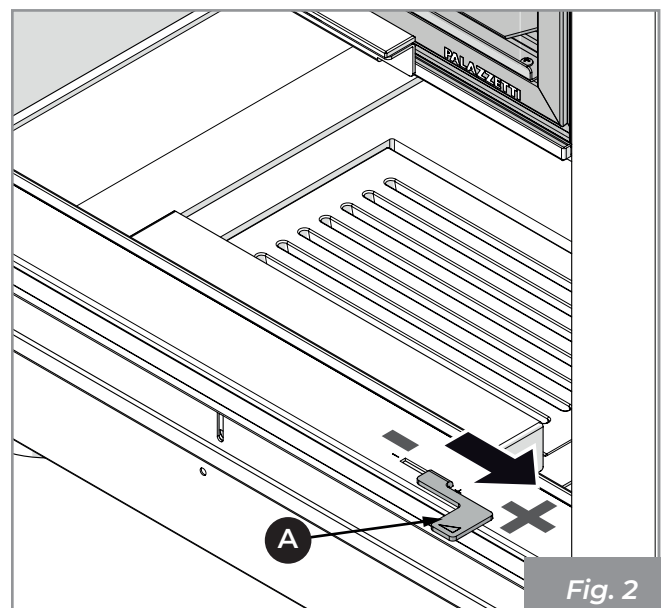

Fig. 2
- 2) Aprire al massimo (+) la regolazione dell'aria primaria **(A)** (**Fig. 2**).
8) Mantenere la presa d'aria aperta per garantire una fiamma alta e luminosa (Fig. 2).
9) Ridurre l'apertura della presa d'aria (A) (Fig. 2) solo quando si è formata una buona base di brace.